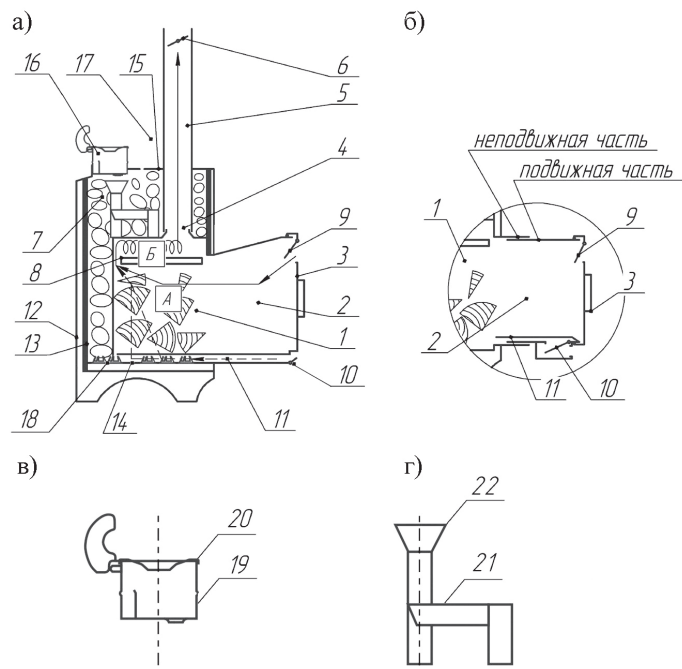
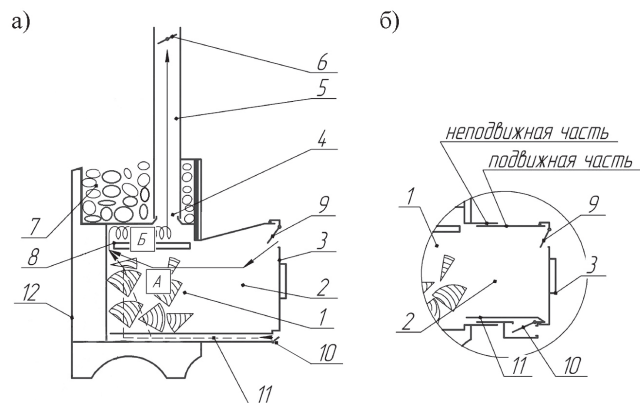

Рисунок 5.1.1. Принципиальные схемы.
Рисунок 5.1.2. Принципиальные схемы.
5.1. Печи для бани (рис. 5.1.1 и рис. 5.1.2, а) включает следующие основные элементы: топка 1 тоннель 2, дверца 3, выходной патрубок 4, дымоотводящий канал 5 с шибером 6 и емкость 7 для камней. В топке 1 смонтирован дымовой зуб-завихритель пламени 8. Основной воздухозаборник 9 с регулируемой заслонкой расположен в верхней части дверцы 3, над экраном. Дополнительный воздухозаборник 10 с регулируемой заслонкой установлен внизу тоннеля 2. Там же смонтирован воздушный канал 11. Топка 1 и каменка 7 имеют общий защитный декоративный кожух 12. Подача воздуха в зону горения и регулирование интенсивности горения осуществляются через основной 9 и дополнительный 10 воздухозаборники. Шибер 6 предназначен для перекрытия дымового канала в неработающей печи.
Внимание! Не забудьте, что паровую пушку 18 (рис. 5.1.1,г) устанавливают вместе с камнями. Причем на топку сначала укладывают 1...1,5 слоя камней, затем в специальные кронштейны (3 шт.) устанавливают паровую пушку 18 и фиксируют в заданном положении специальными отгибающимися «язычками», после чего закладывают полностью камнями весь объем каменки.